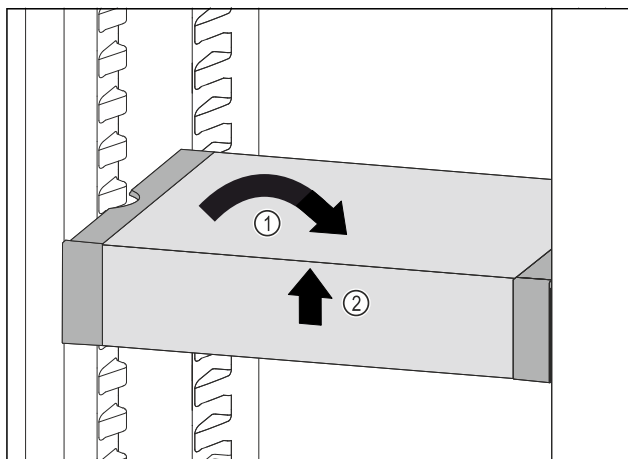

Fig. 96
- 将 VarioSafe 放平。Fig. 96 (1)
- 抬起 VarioSafe 前部。Fig. 96 (2)